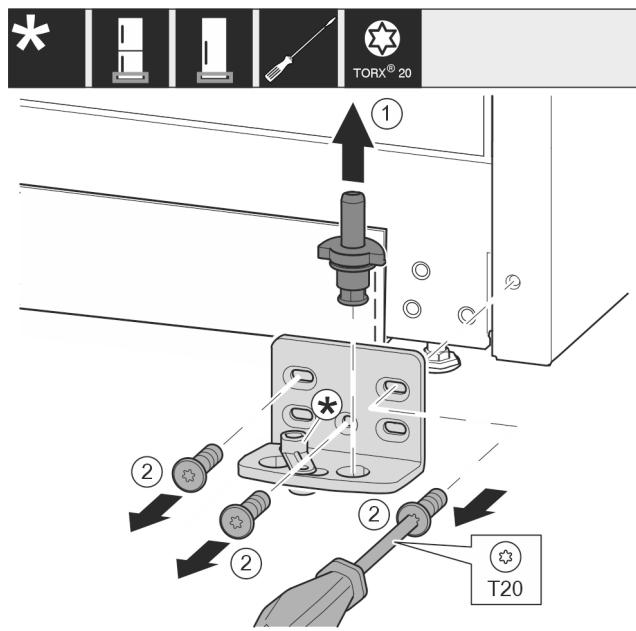

Fig. 13
- Опорний гвинт цілком витягніть рухом вгору. Fig. 13 (1)
- Викрутіть гвинти за допомогою викрутки T20 та зніміть опорний кронштейн. Fig. 13 (2)